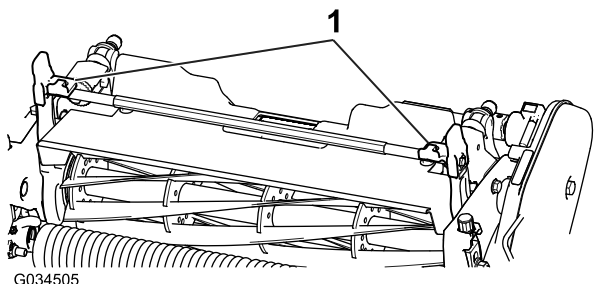
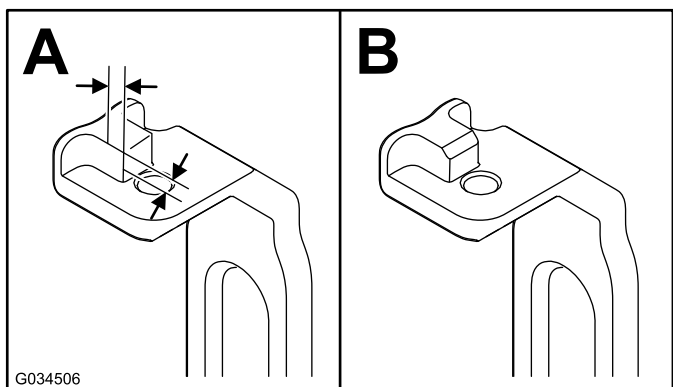

Рисунок 3
Рисунок 4
2. На обоих прижимных рычагах (Рисунок 3) отмерьте расстояние 2 мм на выступах и заточите фаску, как показано на Рисунок 4.